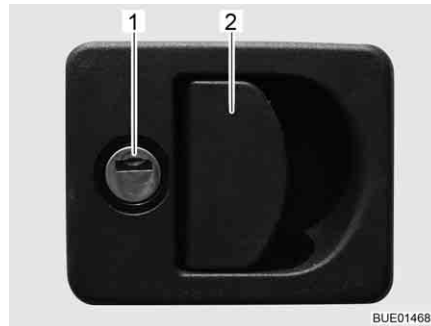

Bild 47 Lucklås med greppkåpa
- Stick in nyckeln i låscylindern (Bild 47,1) och vrid ett kvarts varv. Lucklåset är upplåst.
- Drag i låshandtaget (Bild 47,2). Den utvändiga luckan är öppen.